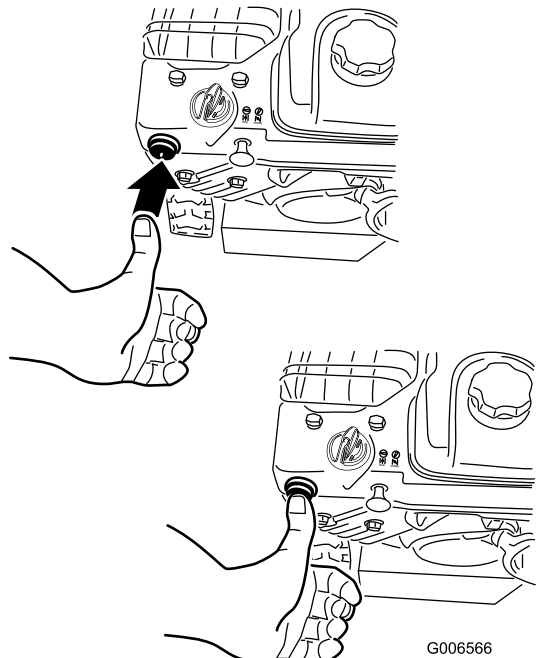

Figure 21
4. Avec le pouce, appuyez fermement sur l'amorceur à 2 reprises (à partir de -9°C [15°F] ou à 4 reprises (en dessous de -9°C[15°F]), en marquant une pause d'une seconde chaque fois (Figure 21).